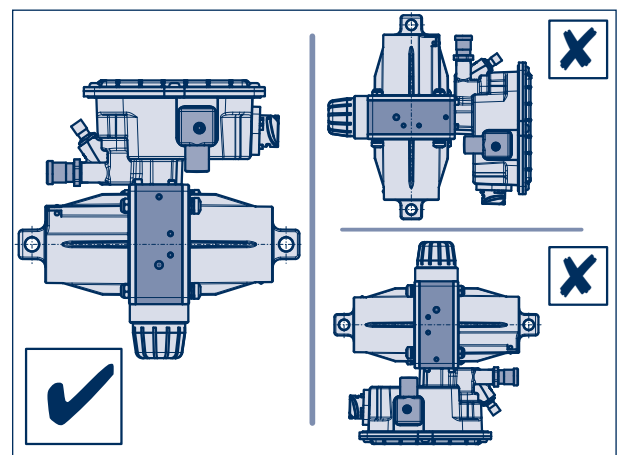

Figure 12
- [5] Insérer le boîtier de commande AirSave avec les vis de fixation et la cale dans les trous du cadre. Veiller ici à l'orientation correcte du boîtier de commande, voir figure 12.